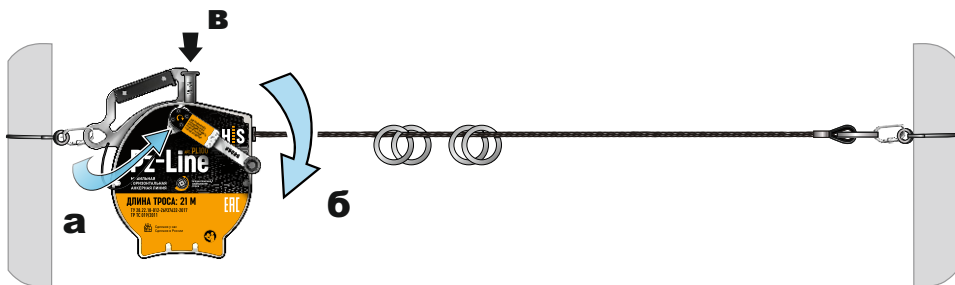

Рис. 24 Демонтаж анкерной линии Pz-Line (часть 1).
1. Ослабить натяжение троса анкерной линии. Для этого следует поставить ручку натяжения троса на верхний штифт (рис. 24а) и слегка надавить на нее по часовой стрелке (рис. 24б), а затем нажать на кнопку блокировки троса (рис. 24в). Бить по кнопке и/или с силой нажимать на нее до ослабления троса ручкой натяжения **запрещено!**